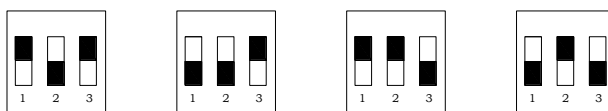

图 3.4.6 拨码开关调整示意图
3.4.6 通过以上调整如发动机仍无法稳定，此时需要对拨码开关进行调整，如图 3.4.6 四种情形，每拨动一次后再对增益和稳定性电位器进行调整，直到发动机稳定。